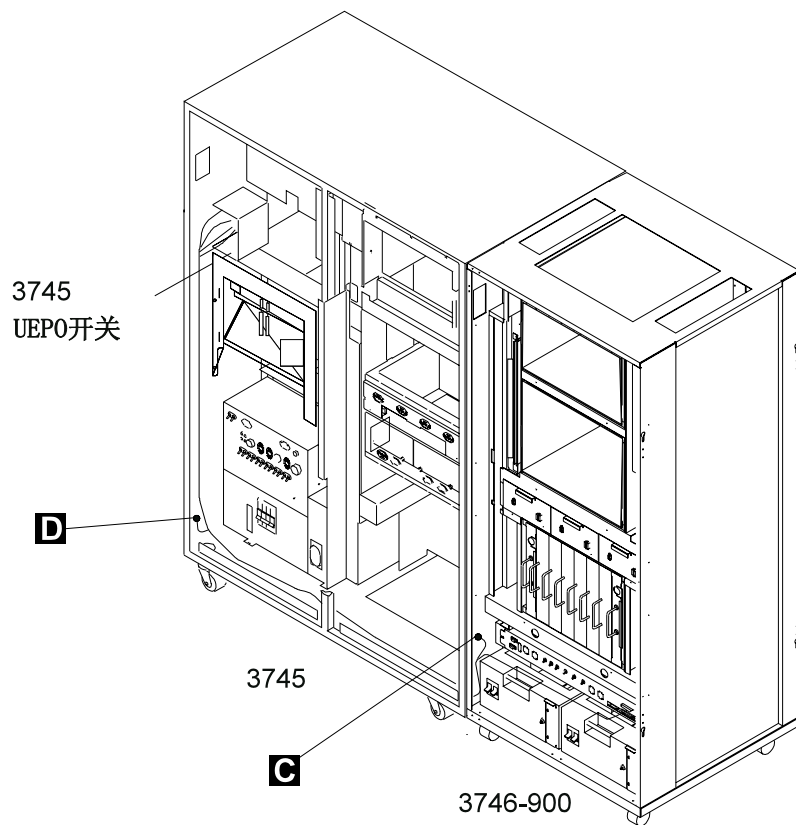

图 1. 3746-900 UEPO 线路由
- 通过UEP0线3746-900接地到3745(参照第3页的图1)。